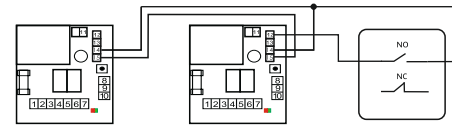

Рис. 7 — Вариант управления без переключки
7.2.1. Управление группой устройств, переключатель не установлена (см. рис. 7)